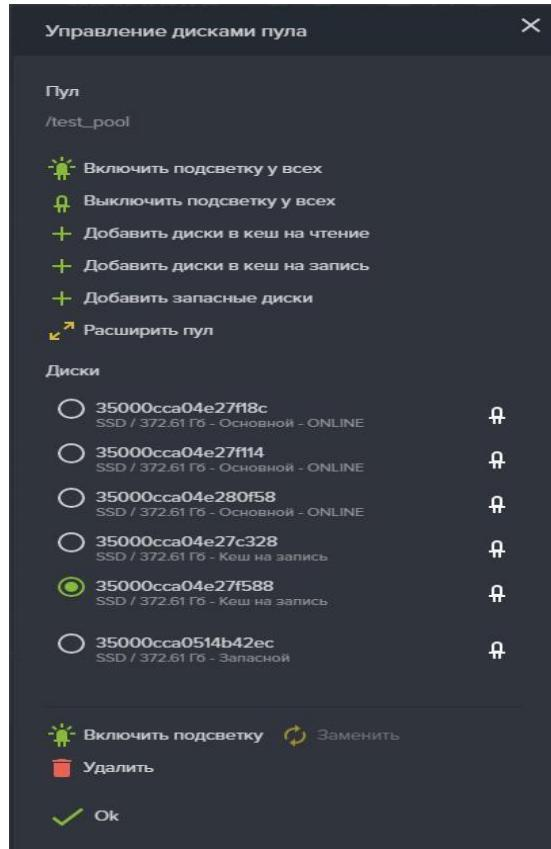

Рисунок 44. Удаление из пула кэша на запись
- Выберите любой из SSD дисков помеченных как «Кэш для записи» (см. Рисунок 44);